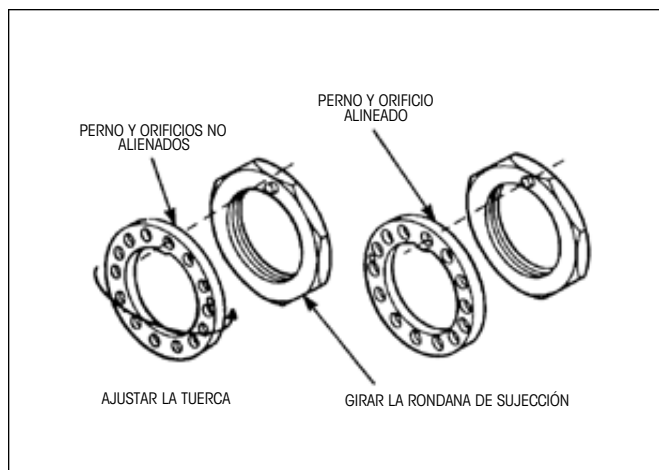

Figura 21. Alinee la guía de la tuerca con el orificio de ajuste de la rondana
8. Si es necesario, afloje ligeramente la tuerca interior para alinear la guía de la tuerca con el orificio de la rondana (Figura 21).